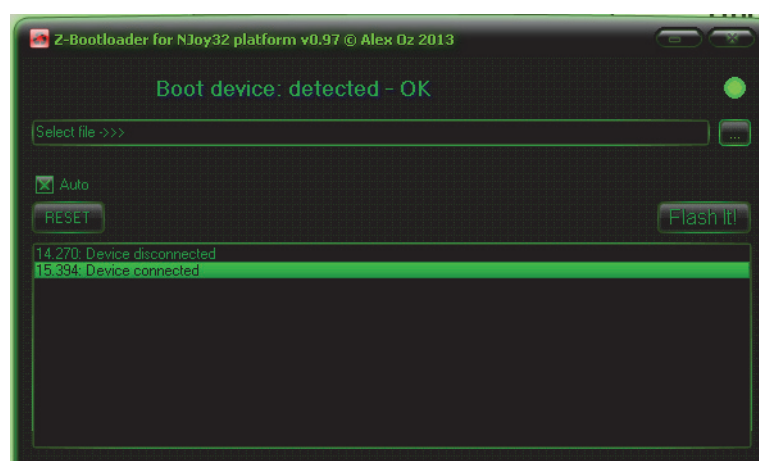

Рис. 2.3.
2. Запустите Конфигуратор контроллера, сохраненный в файле *VKBDevCfg-C.exe* выделите в списке имя контроллера и нажмите кнопку **Bootloader** на вкладке **Tools**. На экране появится окно программы прошивки (рис. 2.3)
4. Удерживая джампер замкнутым, подключите контроллер к порту USB. После этого разомкните джампер. В окне программы прошивки должно появиться сообщение об успешном подключении устройства (рис. 2.3 на с. 16). Дальнейшие действия по прошивке не отличаются от рассмотренных в разделе 2.2.1 на с. 16.